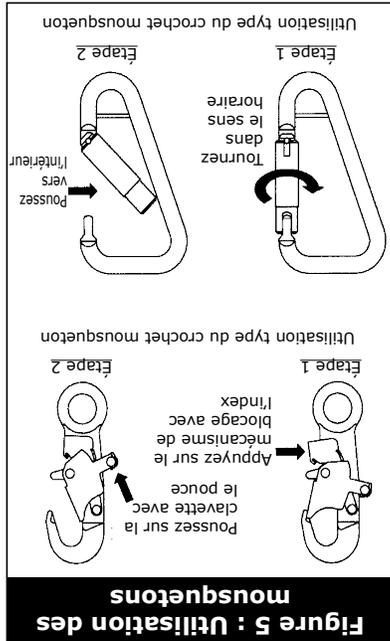

Figure 5 : Utilisation des mousquetons
longe à l'ancrage ou au connecteur d'ancrage. Assurez-vous que le connecteur (crochet mousqueton auto-verrouillant ou mousqueton) est entièrement engagé et bloqué dans le point de connexion et l'ancrage du harnais de maintien ou dans le connecteur d'ancrage. Voir Figure 5 pour l'utilisation des crochets. Vérifiez que les connexions sont compatibles en termes de taille, de forme et de résistance. Référez-vous aux instructions du fabricant d'ancrages pour de plus amples renseignements sur les connexions.
3.1 AVANT CHAQUE UTILISATION de cet équipement, inspectez-le soigneusement pour garantir qu'il est en bon état de fonctionnement. Vérifiez la présence de pièces usées ou endommagées. Assurez-vous que tous les éléments sont présents et bien fixés. Effectuez un contrôle pour détecter tout rebord tranchant, bavure, fissure ou corrosion. Vérifiez le bon fonctionnement des mousquetons et des mousquetons auto-verrouillants. Voir la Figure 5. Recherchez des traces d'usure, de brûlure, de coupure, de défilage, d'effiloçage, de cassure ou de toute autre dégradation sur les longes et les sangles. Pour de plus amples informations, consultez la section 5.0. Si une inspection révèle une condition dangereuse, n'utilisez pas cet équipement.